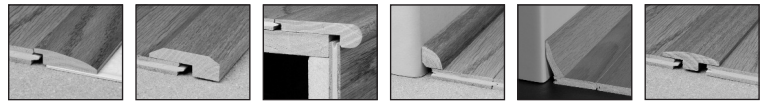

Figure 15
- À l'aide d'un rabot ou d'un couteau à raboter, réduisez le rebord de la rainure. (Figure 15)